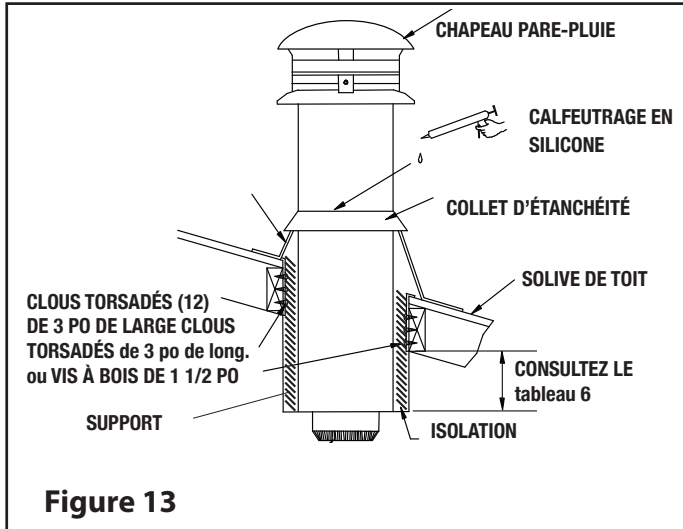

Figure 13
Étape 2 : Du dessus, placez le support dans l'ouverture. Baissez-le à la bonne hauteur (voir Figure 13).